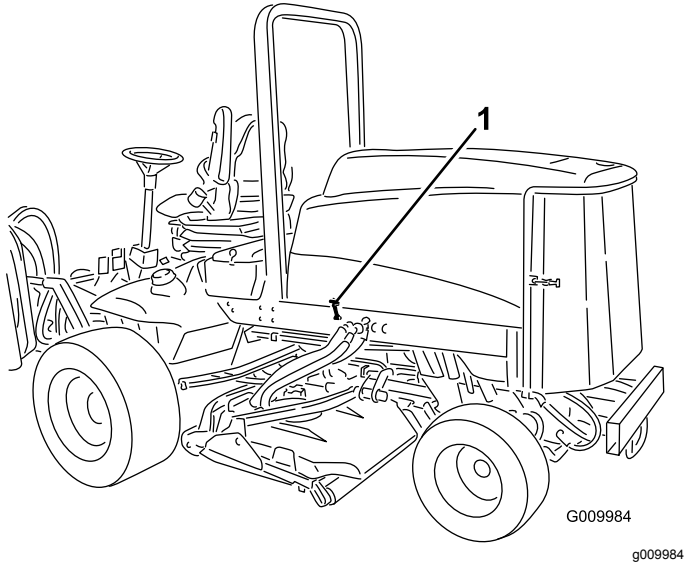

Figure 21
1. Déverrouillez le capot (Figure 21) et faites-le pivoter pour l'ouvrir.